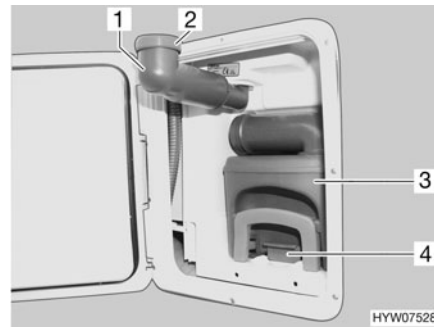

Fig. 165 Cassette Thetford
- Faire pivoter le bec de remplissage d'eau fraîche (Fig. 165,1) vers l'extérieur.
- Retirer le bouchon à vis (Fig. 165,2).